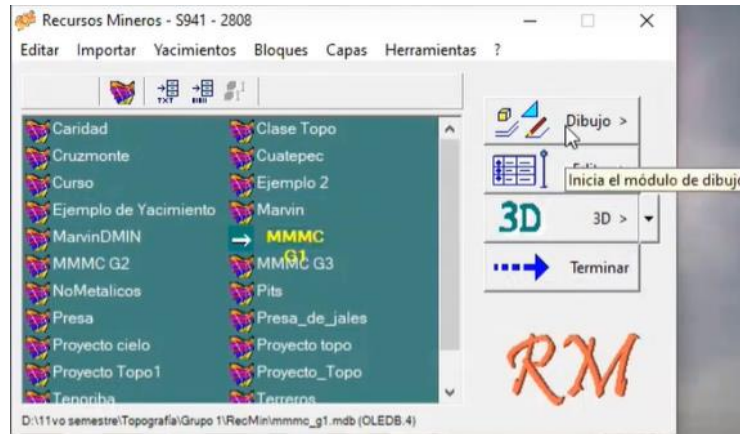

Figura 321. módulo de dibujo.
29. En el Módulo de yacimientos, seleccionar el proyecto en el que se estará trabajando y presionar el botón “Dibujo” para abrir el Módulo de dibujo. Figura 321.